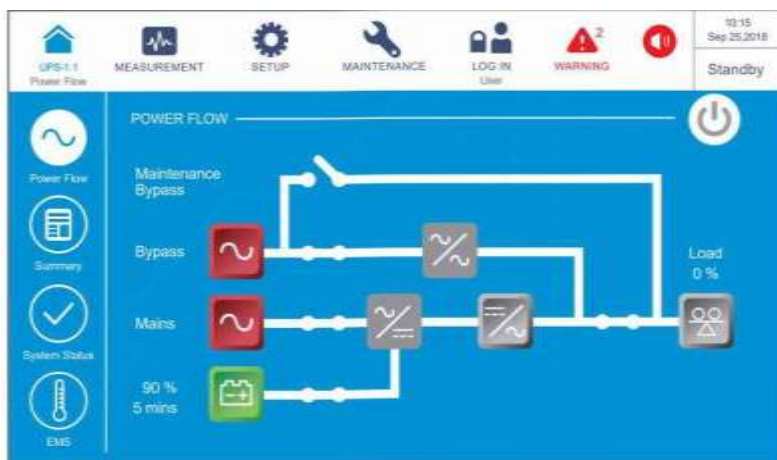

Рисунок 6-50: Экран режима ожидания
- 3) После выбора 'YES', ИБП отключит инвертор, прекратит подачу питания с каждого силового модуля и перейдет в режим ожидания. В этот момент трехцветный светодиодный индикатор горит желтым и появляется следующий экран (**Рисунок 6-50**). Расположение трехцветного светодиодного индикатора см. на **Рисунке 2-11**.